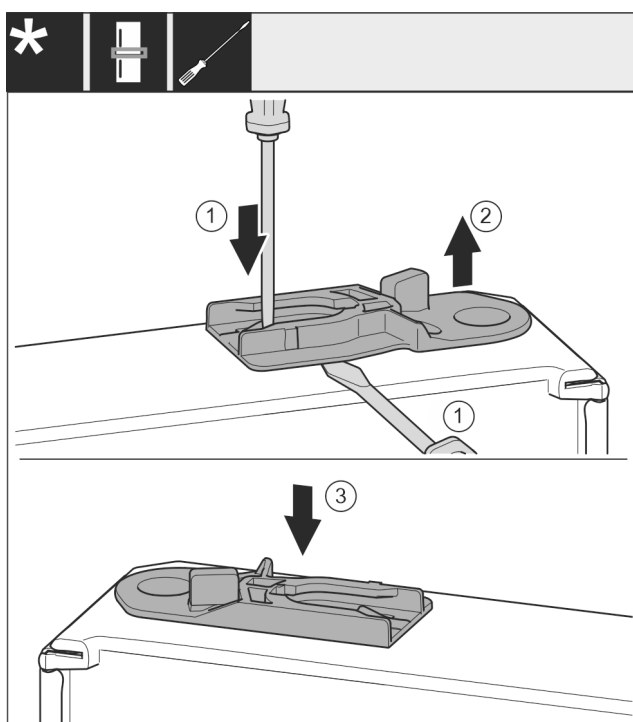

Fig. 26
- Retirer la douille de guidage : presser la languette Fig. 26 (1) avec un tournevis plat tout en faisant passer un autre tournevis plat sous la douille de guidage Fig. 26 (2).
- Insérer la douille de guidage Fig. 26 (3) fournie de l'autre côté du boîtier.